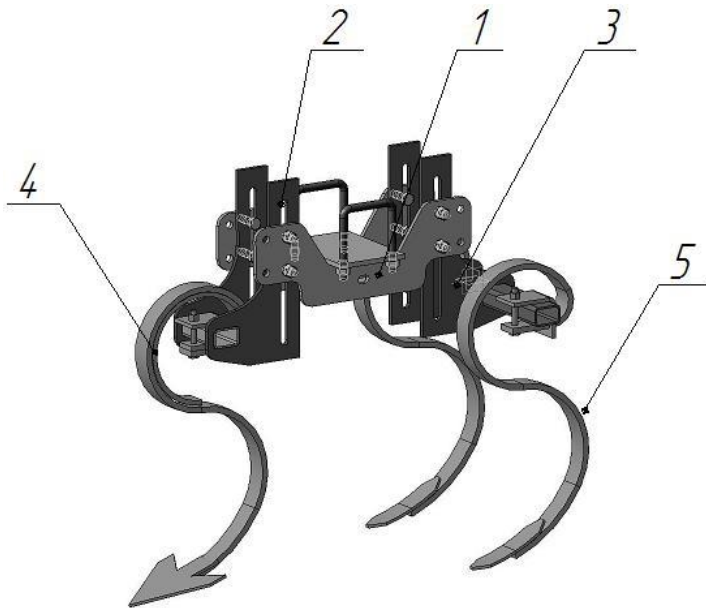

Рис.4 Кронштейн несущий
4.3 Кронштейн несущий (рис.4) предназначен для крепления стойки со стрельчатой лапой 4 и стойки с рыхлительной лапой 5. Несущий кронштейн состоит из кронштейна 1 крепления к раме, переднего кронштейна 2 и заднего кронштейна 3.
- глубину обработки почвы можно производить кроме регулировки опорного колеса регулировкой стоек лап рыхлителей (рис. 4)